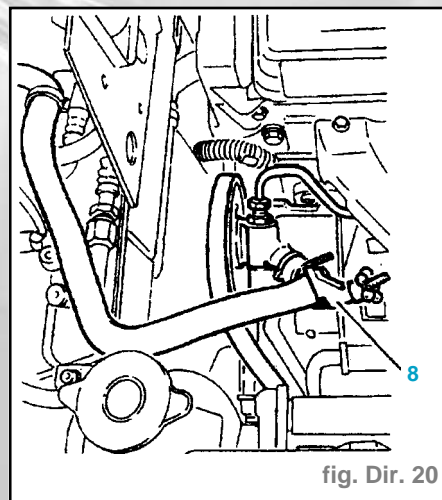

fig. Dir. 20
- Pincer le tuyau réservoir-pompe avec l'outil (8) (fig. Dir. 20).
- Pincer le tuyau réservoir-pompe l'outil (8) (fig. Dir. 20).